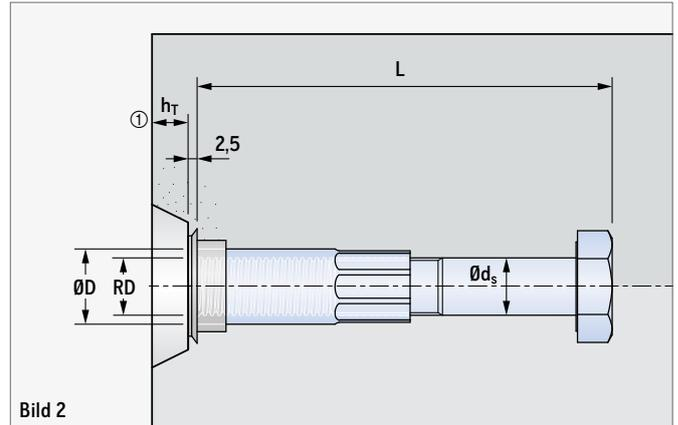

Bild 2
① Wird der Anker vertieft eingebaut, ist die Einbautiefe h_T des Aussparungstellers zu berücksichtigen (siehe Bild 2).